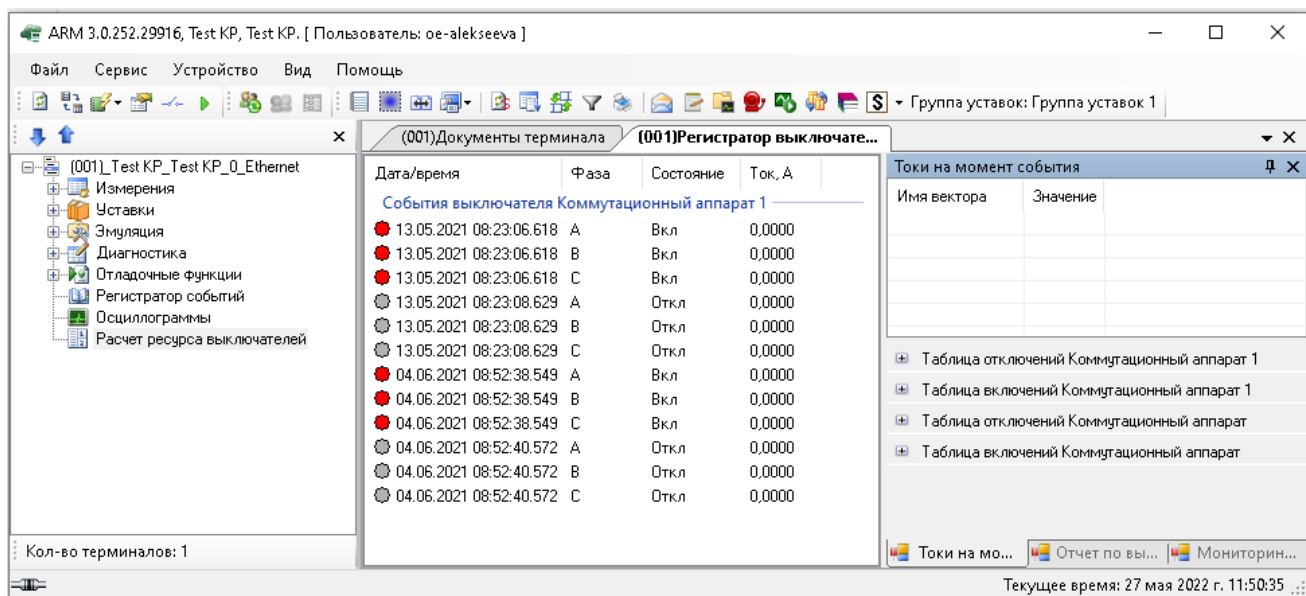

Рисунок 5.132
Окно **Расчет ресурса выключателей** (см. рисунок 5.132) позволяет просмотреть:
– Токи на момент события – отображает значения сохраняемых векторов на момент события. Также отражены таблицы отключений и включений **на текущий момент**, а не на момент события (см. рисунок 5.132);